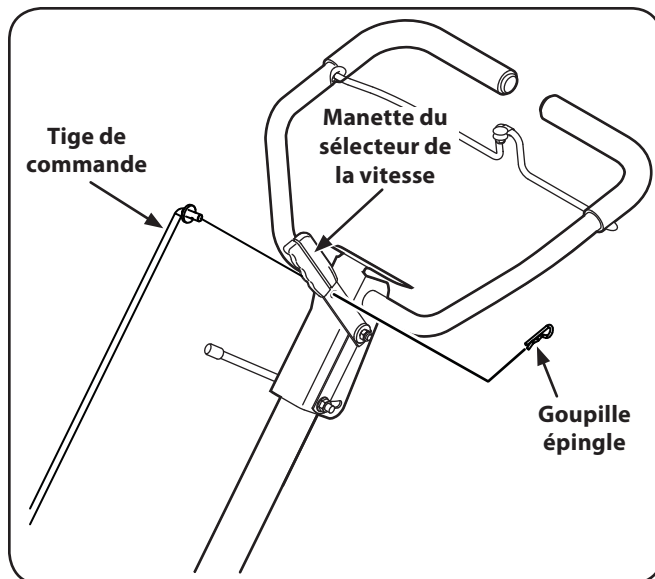

Figure 3-6
4. Faites passer l'extrémité plus longue de la tige de commande dans le trou de la manette du sélecteur de la vitesse et attachez-la avec la goupille-épingle. Voir la Figure 3-6.